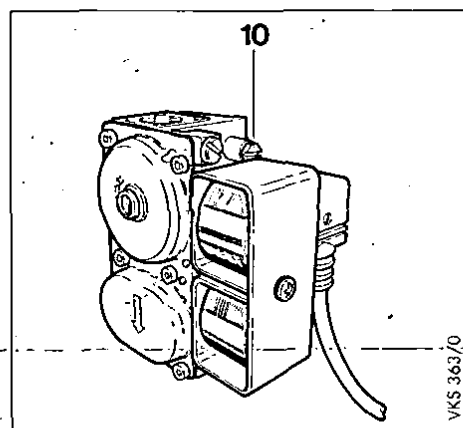

Abb. 9.2 Anschlußdruck-Meßstutzen
- Schraube im Anschlußdruck-Meßstutzen (10, Abb. 9.2 Anschlußdruck-Meßstutzen) entfernen und U-Rohr-Manometer anschließen.
- U-Rohrmanometer abnehmen und Anschlußdruck-Meßstutzen (10, Abb. 9.2) mit Dichtschraube verschließen.